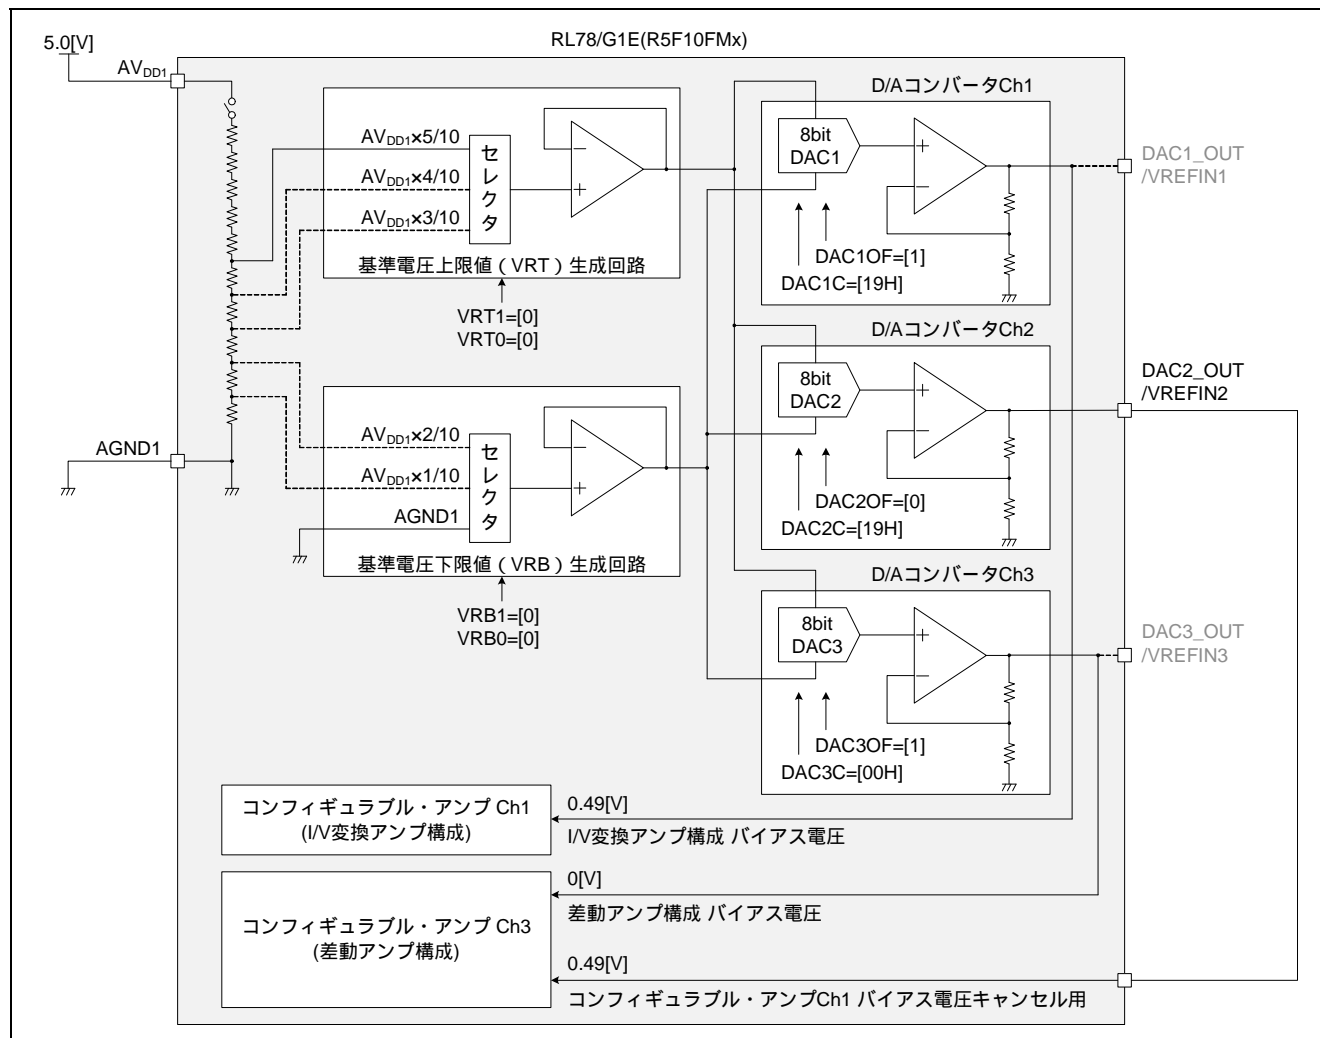

図 6.5 D/A コンバータのブロック図
- D/A コンバータ Ch1、Ch2、Ch3 のブロック図を図 6.5に示します。